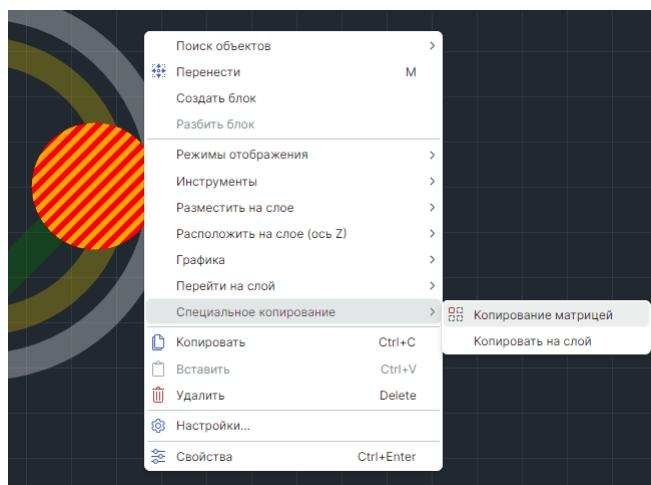

Рис. 292 Вызов инструмента «Копирование матрицей» из контекстного меню
2. Вызовите контекстное меню и выберите пункты «Специальное копирование» → «Копирование матрицей», см. Рис. 292.